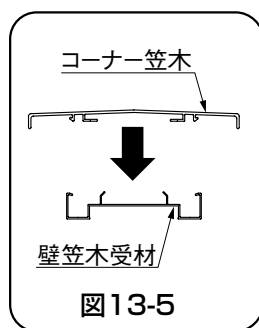

図13-5
- ⑥ コーナー笠木を壁笠木受け材にはめ込んでください。(図13-5参照)